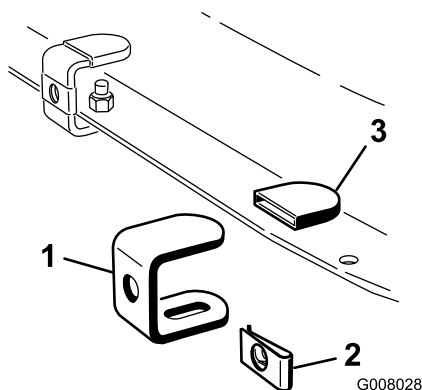

Figura 1
1. Ensamble cinco soportes según se muestra en Figura 1 usando 5 juegos de tapones de goma, tuercas rápidas y soportes.